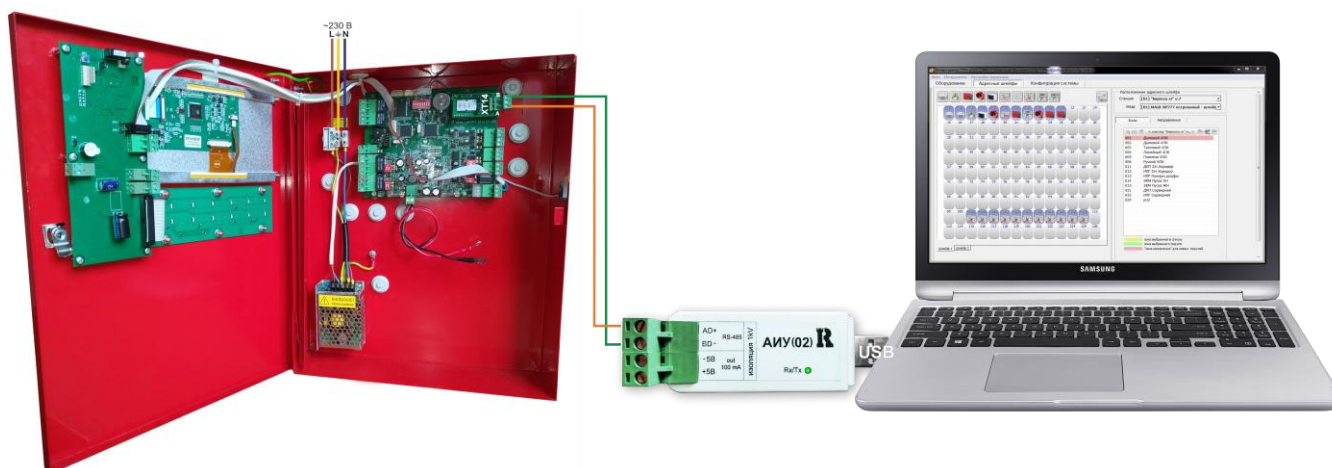

Рисунок 14. Схема подключения ППКПиУ «Бирюза-М» (исп.RS485) при инсталляции
Для ППКПиУ «Бирюза-М» (исп.RS485) загрузка файла конфигурации и файла управляющей программы осуществляется посредством ПО «Конфигуратор 777+» при использовании преобразователя интерфейсов USB-RS485 либо COM-RS485, поддерживающего скорость работы по интерфейсу RS485 не ниже 57600бит/с. Выход RS485 преобразователя интерфейсов подключается к контактам разъема XT14 модуля контроллера МК-03 (к разъему подключения магистральной линии связи). Штатным средством для программирования ППКПиУ «Бирюза-М» (исп.RS485) является Адаптер интерфейсов универсальный АИУ(02) производства ООО «РовалэнтИнвестГрупп» (рисунок 14).